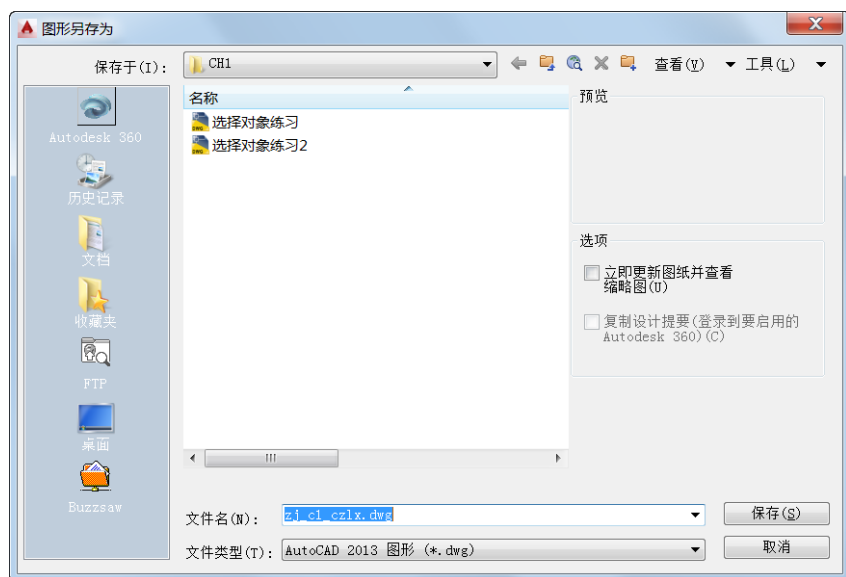

图 1-38 在“图形另存为”对话框中进行设置
❹ 在“快速访问”工具栏中单击“保存”按钮，弹出“图形另存为”对话框，接着指定要保存到的文件夹，并确保从“文件类型”下拉列表框中选择“AutoCAD 2013 图形 (*.dwg)”，在“文件名”文本框中将默认的文件名更改为“zj_c1_czlx.dwg”，如图 1-38 所示，然后单击对话框中的“保存”按钮。